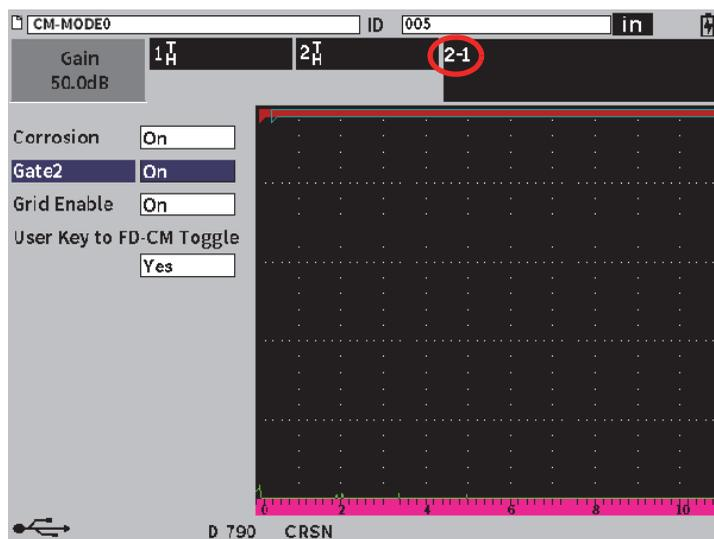

図 11-41 腐食ダイアログボックス
1. 腐食検査用モジュール (  ) の腐食ダイアログボックスで、ゲート2をオンに設定します (226 ページの図 11-41 参照)。